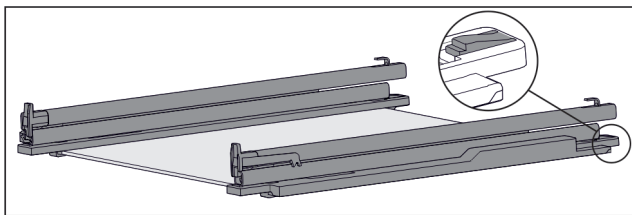

Fig. 127 Üveglap sínekkel és tartóelemekkel
- ▶ Nyomja le hátul a tartóelemet (lásd Fig. 127), közben a sínt tolja hátrafelé.